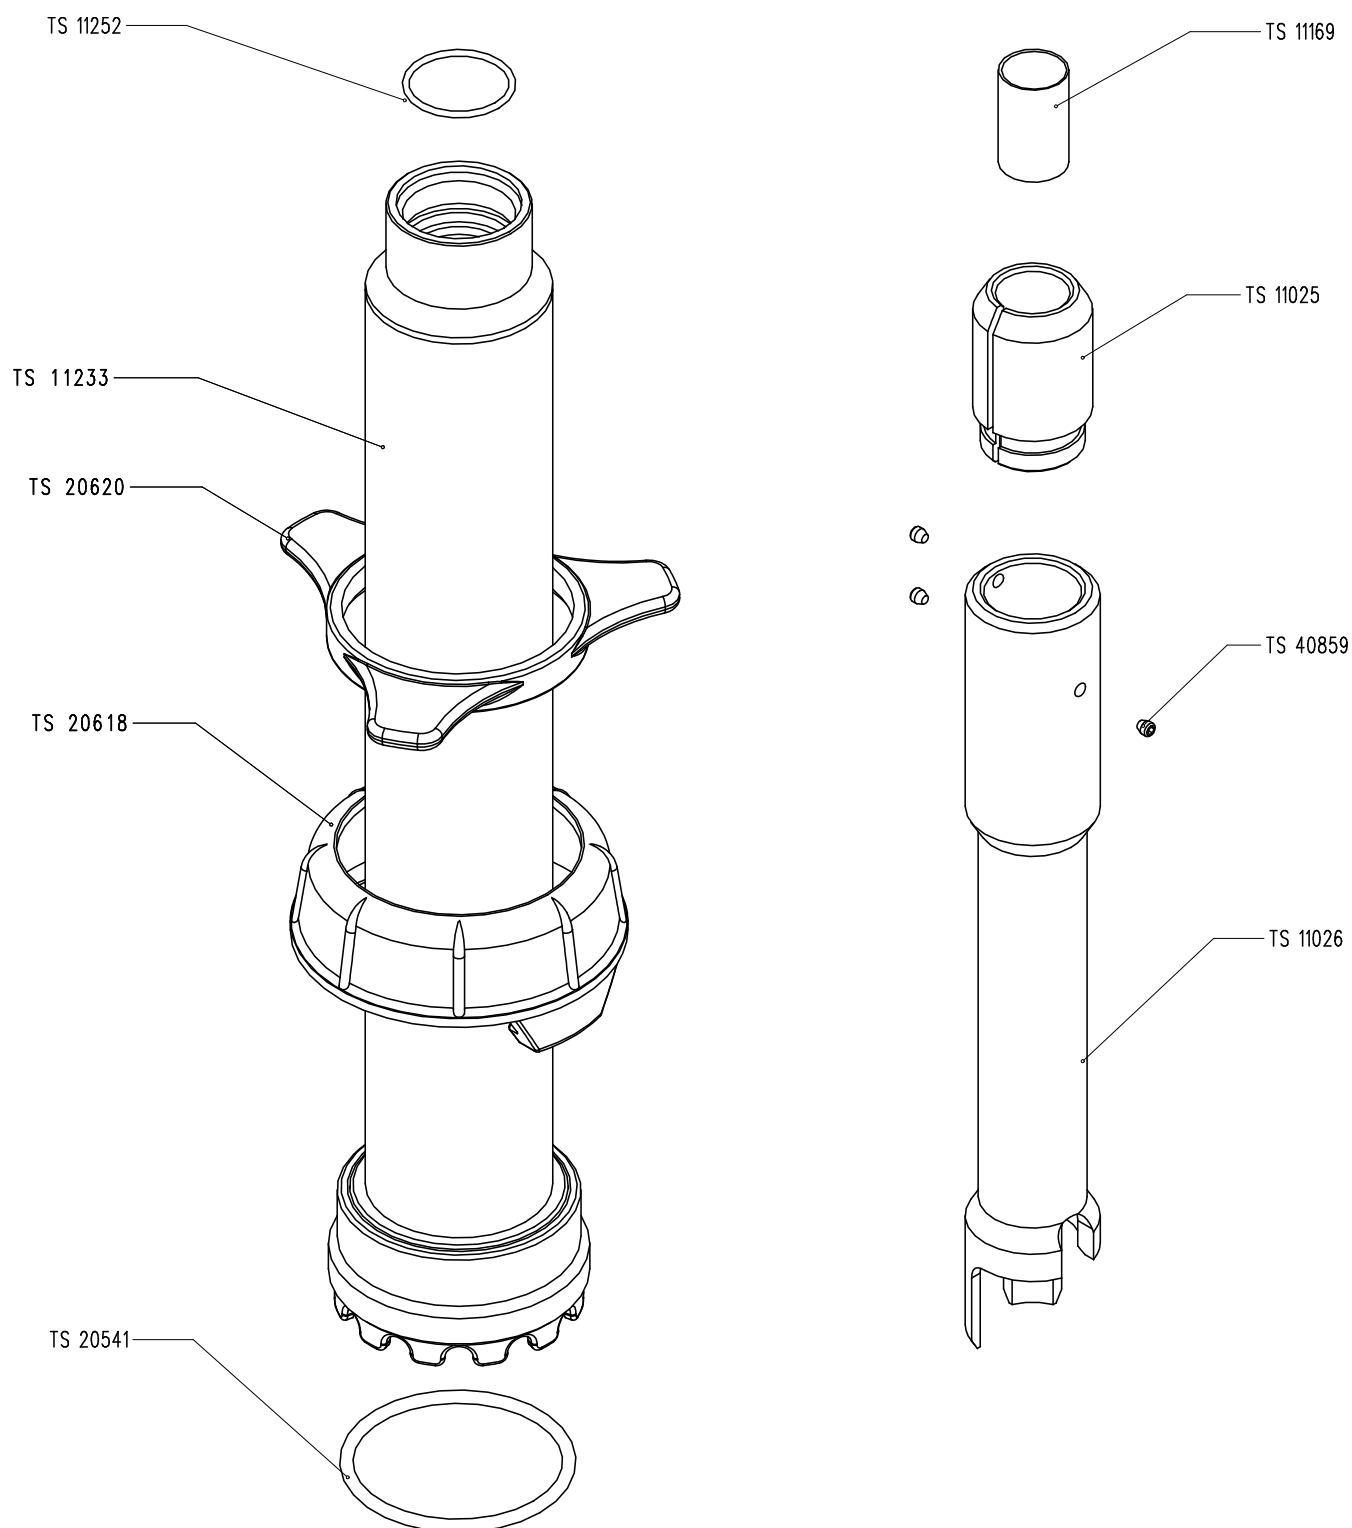

Рисунок 13-7: защитная трубка SS2-Q2 с нагрузкой TS 10182, запчасти
- Рисунок 13-7: защитная трубка SS2-Q2 с нагрузкой TS 10182, запчасти